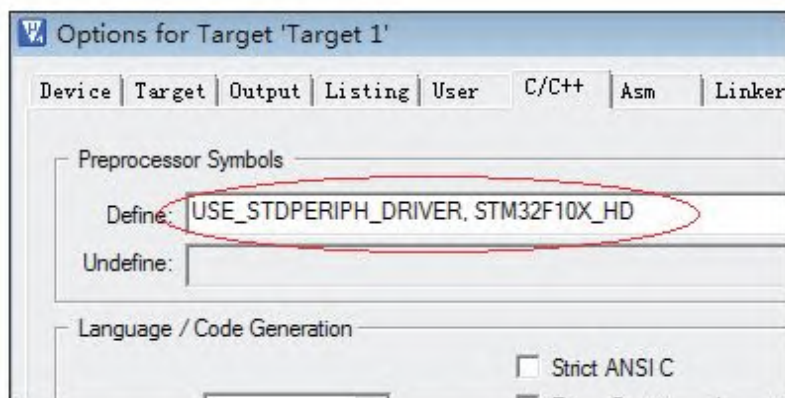

图 3-22 添加宏
16) 点击工具栏中的魔术棒按钮，在弹出来的窗口中选中“”，在Define文本框里面添加两个宏定义：USE\_STDPERIPH\_DRIVER, STM32F10X\_HD，见图3-22。